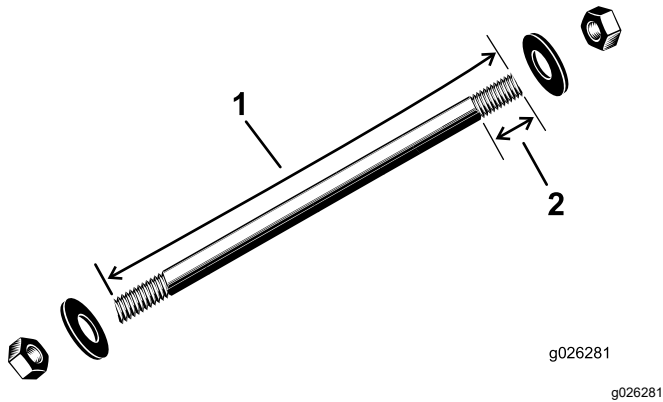
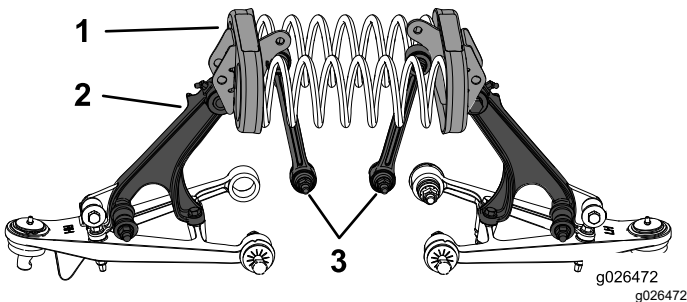

図 17
図 18
1. 図 17 に掲載されている圧縮スプリング用工具を使って、圧縮スプリングロッドを各スプリングクレードルの穴に通す 図 18。